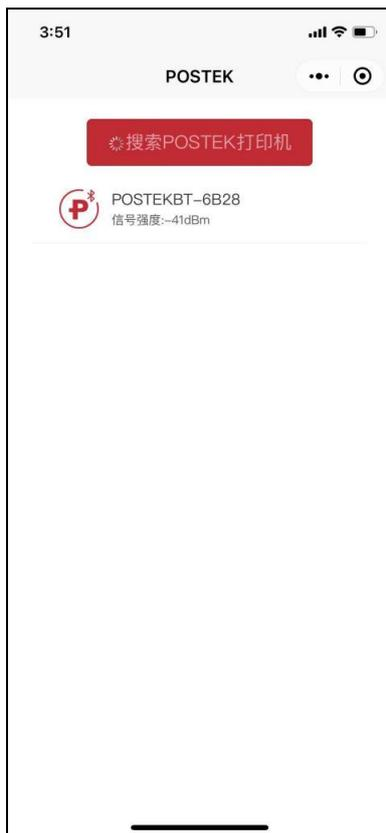

图 2-31 搜索打印机界面
2. 在自动搜索到的打印机蓝牙名称列表中, 点击对应打印机蓝牙名称, 如图 2-31 所示;